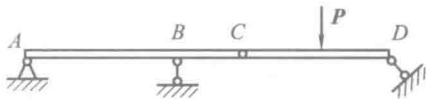

图 1.18
3. 分析图 1.18 所示连续梁整体及各部分的受力, 不计杆自重, 所有接触均为光滑接触。